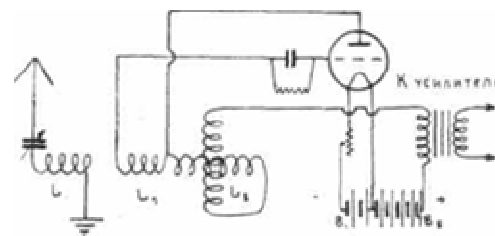

Рис. 12. Схема приемника для коротких волн.
1. Характеристика схемы. — Одна из схем, рожденная из основной схемы американского любителя Рейнартца, изображена на рис. 12. Схема, элементы которой ниже описаны, применялась любителем в Н.-Новгороде; с нею при двух-ламповом усилителе
5. Управление приемником. — Расположение приборов и соединение их между собою должно быть сделано точно так, как показано на рис. 12, где указано и направление обмоток; в случае, если концы будут перепутаны, их всегда можно попробовать поменять при первой пробной настройке приемника.